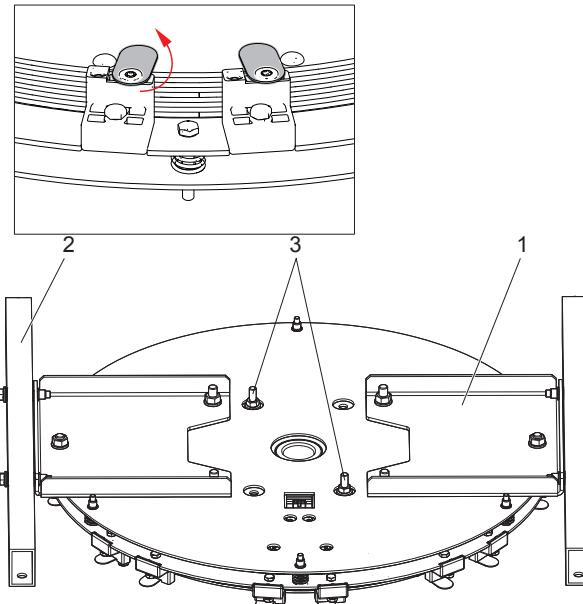

Рис. 48 Проушины из листового металла
3. Повернуть проушины из листового металла на приводе в сторону привода (рис. 48) и затянуть винты, чтобы зафиксировать ротор после снятия транспортировочных удерживающих устройств.